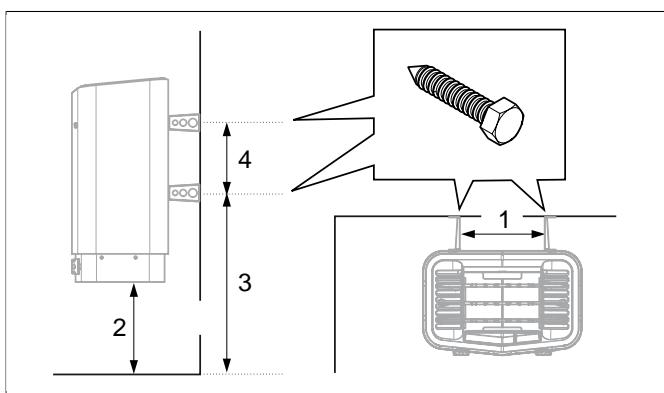

Рисунок 8: Определение размеров
7. Разместите винты кронштейнов согласно указанным размерам se **Рисунок 8**, страница 4.